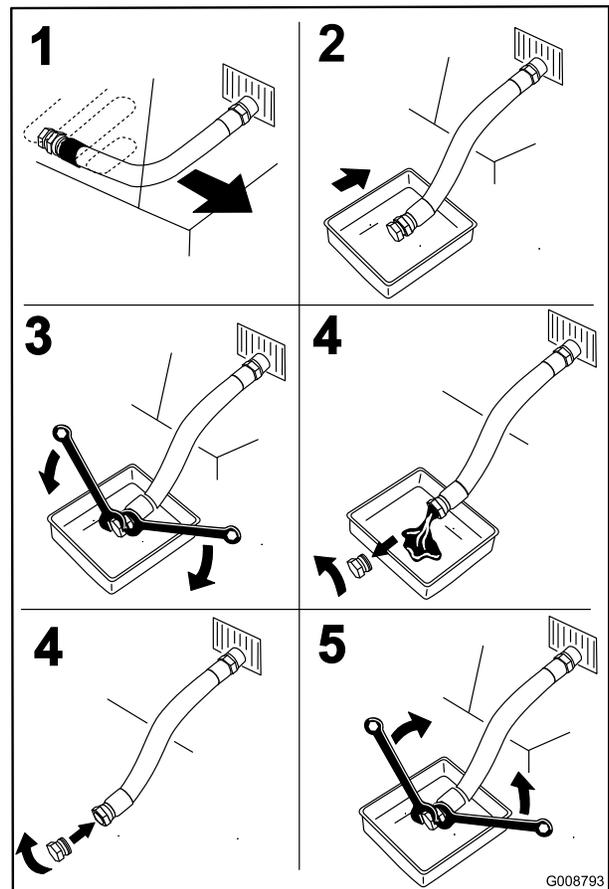

Figure 39
4. Avant de quitter la position de conduite, coupez le moteur, enlevez la clé de contact et attendez l'arrêt complet de toutes les pièces mobiles (Figure 39).